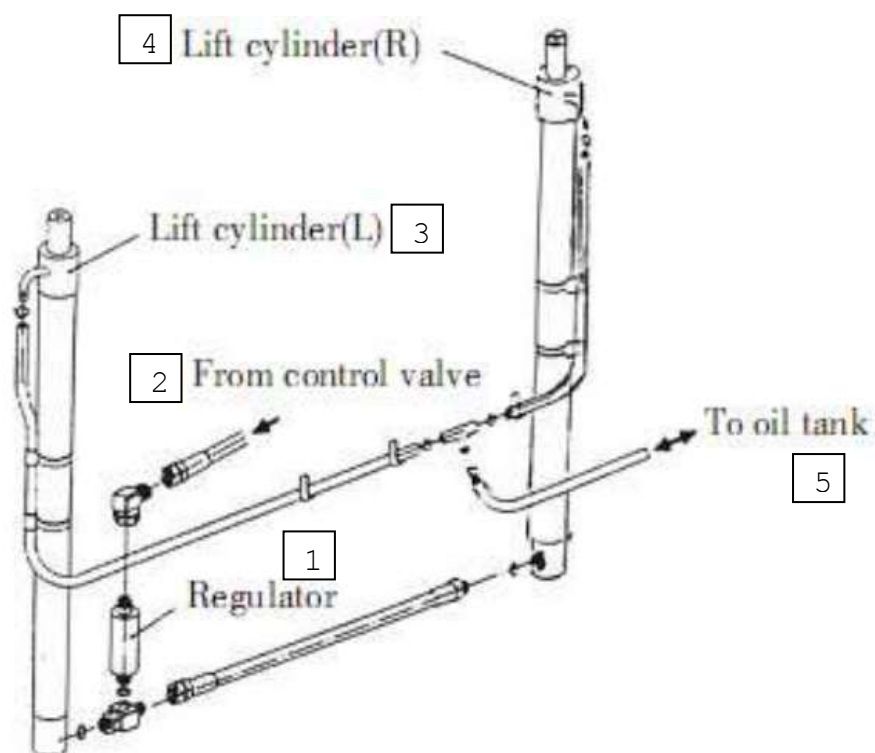
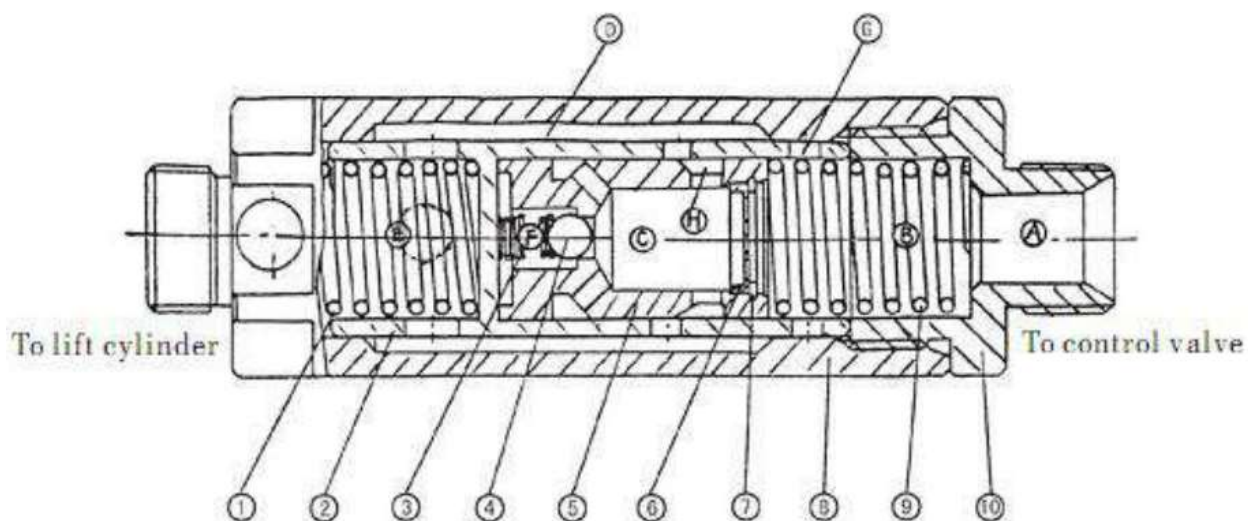

Рис. 8.3. Монтажное положение регулятора:
Рис. 8.4. Регулятор:
Клапан регулятора потока расположен между клапаном управления и портами высокого давления двух цилиндров подъема, около левого цилиндра (см. Рис. 8.3). Конструкция регулятора потока показана на Рис. 8.4.
См. рис. 8.4. При поднятых вилах масло под высоким давлением, поступившее от клапана управления, течет в камеру (А) и смещает втулку влево. Это открывает отверстие (G) и позволяет маслу под
высоким давлением течь по двум путям (А-В-Г-Д-Е и А-В-С-Д-Е), и оба потока масла направляются в цилиндры подъема. В этом случае потоки масла не регулируются. Когда вилы начинают опускаться, масло, вышедшее из цилиндров подъема, входит в камеру (Е) и смещает втулку, пока она не коснется ниппеля. При этом закрывается отверстие (Г) и масло потечет через (Е), (Д), (Н), (С), (В) и (А) в резервуар. Если количество масла, вышедшее из цилиндров подъема, резко увеличится, давление в камере (F) повысится и передвинет поршень (поз. 5 на Рис. 8.4) вправо, несмотря на усилие пружины, закрывающей отверстие (Н). Так что поток масла из камеры (D) к камере (C) снизится, и скорость опускания вилок будет контролироваться.